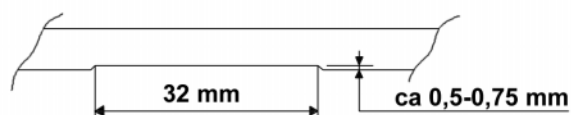

Fig 3. Maskeringsremor för frontfönster.
- 2) Skär till maskeringstejp i 6 mm breda remsor. Maskera fönstren i ändarna med två remsor enligt fig 3 nedan.